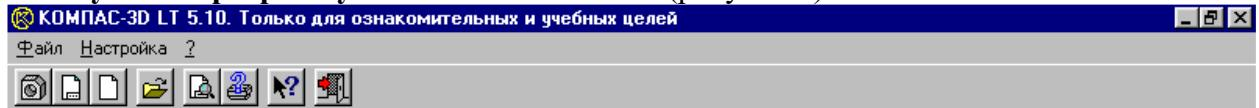

Рисунок 1 – Окно программы КОМПАС-3Д
1. Запустите программу КОМПАС-3D v8-v13 (рисунок 1).